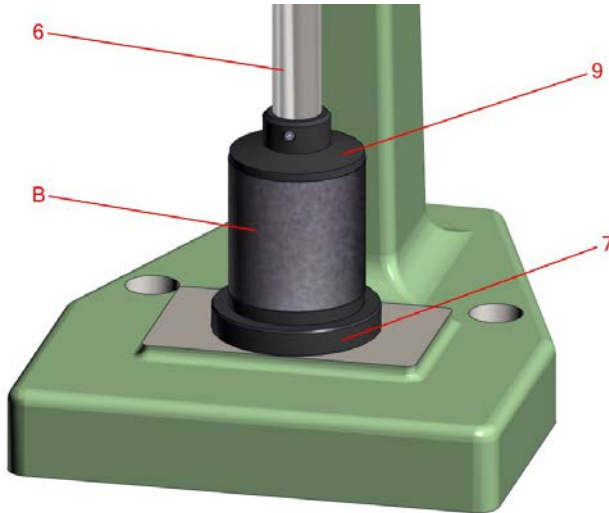
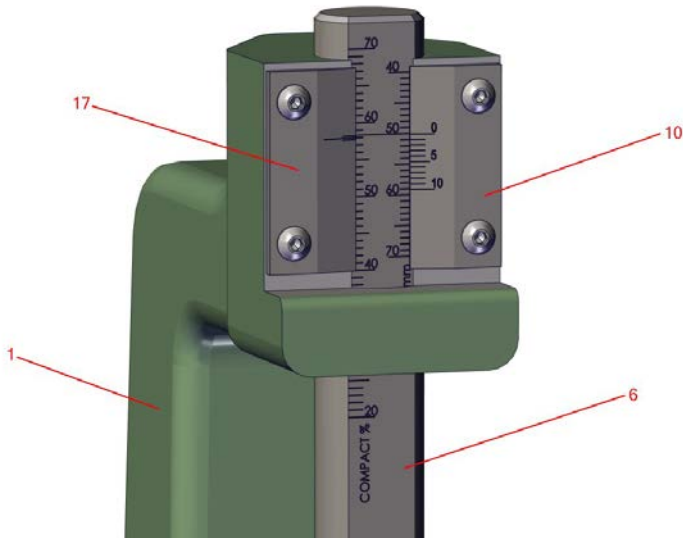

Figure 5
Figure 6 :
1. Insérez le socle (Figure 5, N°7) dans le support de socle sur la base du cadre du damoir (Figure 1, Lettre A).
2. Placez le cylindre métrique (50 mm x 50 mm) ou AFS (2" x 2") en acier, (figure 5, élément B) [fourni dans le kit d'étalonnage] sur ledit socle (Figure 5, N°7).
3. Tournez doucement la came auxiliaire (Figure 1, N°2) afin de faire descendre la tige principale (Figure 1, N°6) et le pied de compactage (Figure 1, N°9) sur l'éprouvette en acier (Figure 5, Lettre B). Vérifiez que le pied de compactage est bien en contact avec la face supérieure de l'éprouvette en acier (voir Figure 5).
4. Le zéro du vernier de hauteur droite (Figure 2 ou 3, N°10) doit correspondre à la ligne 50 mm (métrique) ou 2" (AFS) de l'échelle de hauteur d'éprouvette. La ligne 50 mm (métrique) ou 2" (AFS) doit également correspondre à la marque de tolérance 50 mm (métrique) ou 2" (AFS) sur le vernier gauche correspondant (Figure 2 ou 3, N°17), comme illustré en Figure 6. Si ce n'est pas le cas, vérifiez que le pied de compactage (Figure 5, N°9) est bien vissé jusqu'au bout sur la tige. Ne réglez pas les échelles vernier (Figure 1, N° 17 et N°10) – ces dernières ont été ajustées de façon semi-permanente par le fabricant. Si l'ensemble des contrôles effectués (dont l'élimination des résidus de sable ou des débris) ne permet pas de résoudre le problème que vous rencontrez, contactez Simpson afin d'obtenir un support technique.